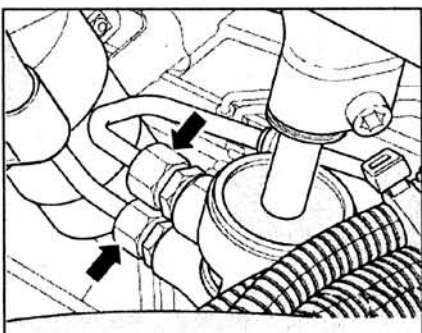

Рис. 6.15. Отсоедините заборный и сливной шланги (стрелки).
7. Отсоедините заборный и сливной шланги (стрелки) (рис. 6.15). После вытекания жидкости закупорьте все открытые отверстия.